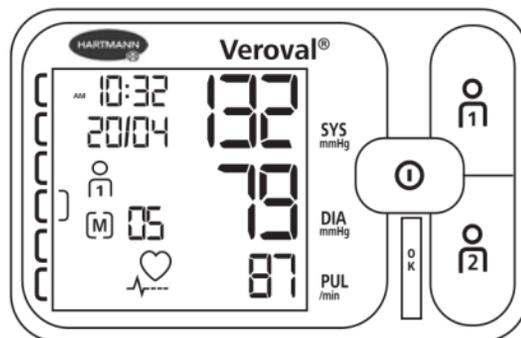

Abb. 1
- Nach dem Ende der Messung erscheinen im Display gleichzeitig der systolische und diastolische Blutdruckwert sowie darunter die Pulsfrequenz (siehe Abb. 1).